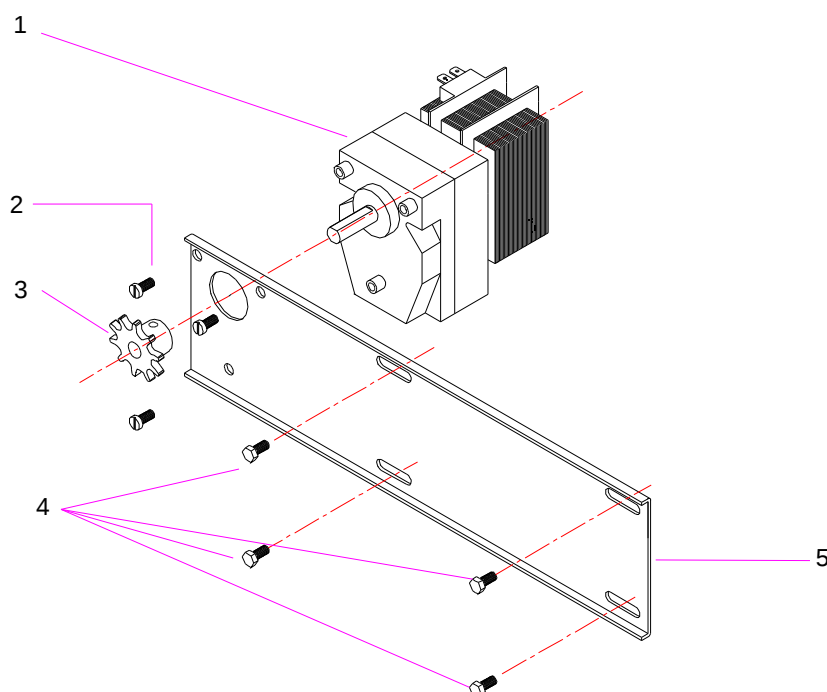

Fig.10
- Dévisser les vis (4) Fig 10, pour retirer la chaîne qui unit le pignon (3) à l'axe de la première broche.
- La chaîne retirée ôter les vis (4) pour retirer le support de moteur (5) près du moteur réducteur.
- Dévisser la vis qui fixe le pignon (3) à l'axe du moteur réducteur pour l'oter de l'axe, dévisser les vis (2) pour démonter le moteur réducteur du support.